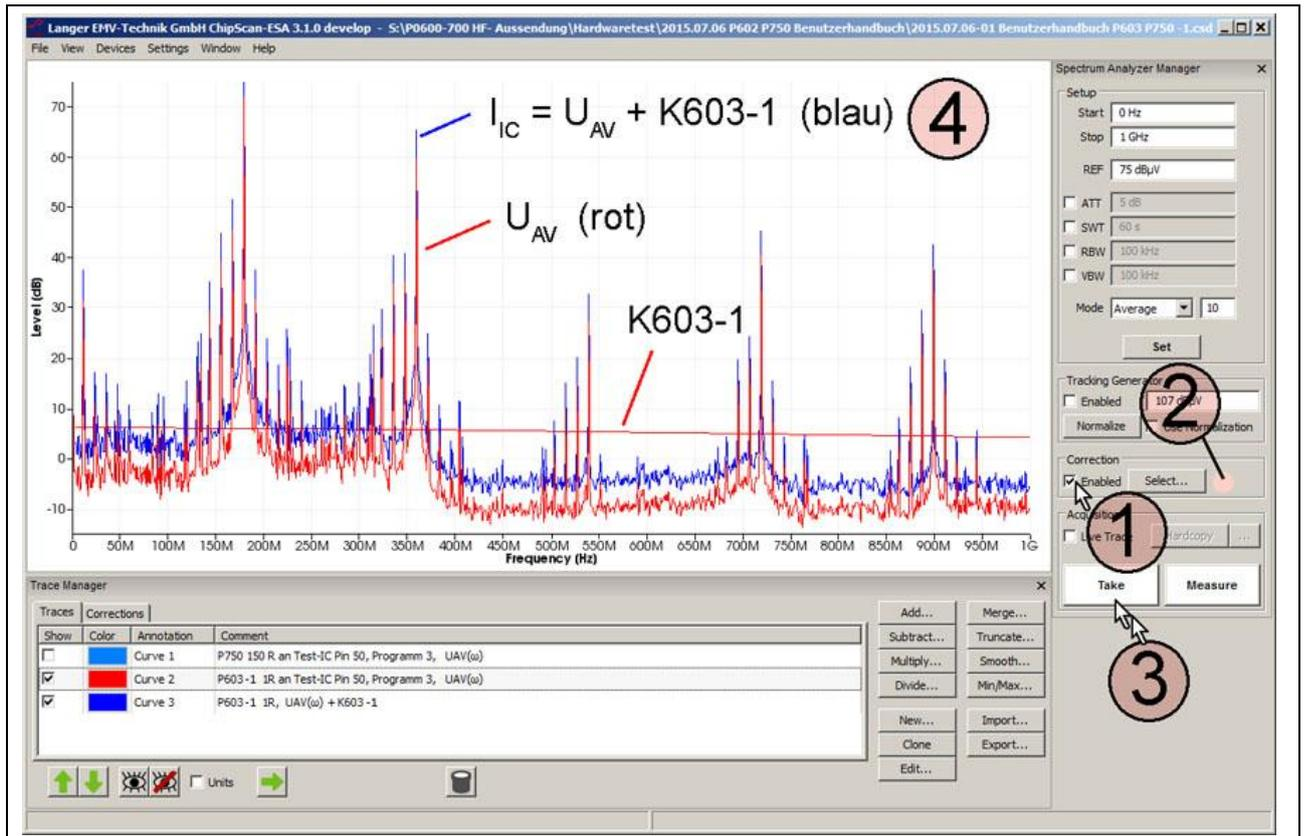

Bild 30: Messung mit dem HF-Stromtastkopf P603-1 unter Verwendung der Korrekturkurve „K603-1“.
Wenn mit der Probe **P603-1** gemessen wird, wird im „Corrections Selector“ die Korrekturkurve „K603-1“ geladen. Im „Spectrum Analyzer Manager“ wird im Feld „Correction“ die Box „Enabled“ mit dem Mauszeiger ① (**Bild 30**) aktiviert. Wenn die Korrektur aktiv ist, blinkt das Feld ② **Bild 30**. Mit „Take“ oder „Measure“ (Mauszeiger ③ **Bild 30**) wird die aktuelle Messkurve ④ $I_{IC}(\omega)$ aus dem Spektrumanalysator in den PC übertragen.